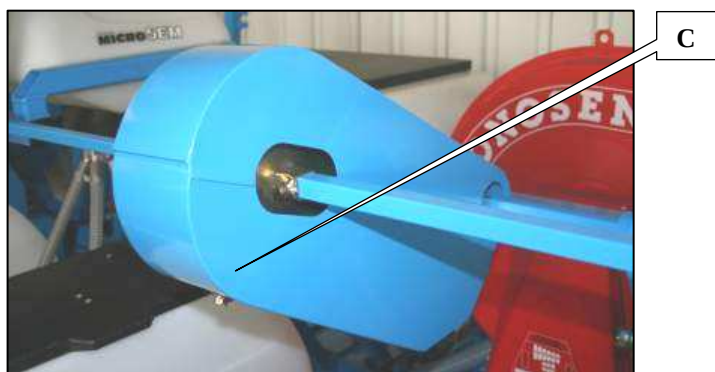

Fig. 2
- 2 - Die Kettenposition auf den doppelverzahnnten Zahnrad (Abb.2) ändern